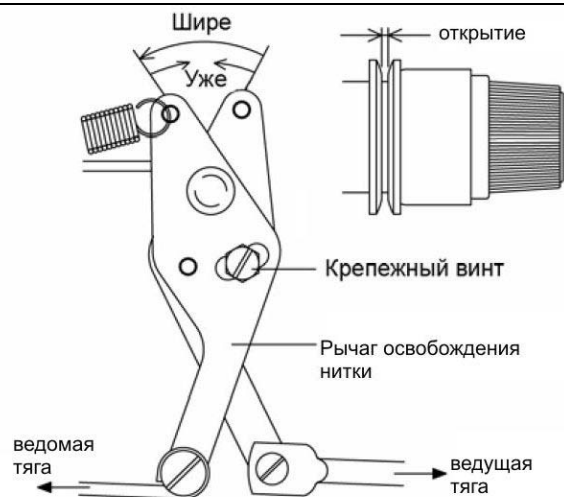

Рисунок 23 – Регулировка открытия тарелочек регулятора
*Регулировка открытия тарелочек регулятора* (рисунок 23). Ослабить крепежный винт рычага освобождения нитки. Выполнить обрезку ниток, чтобы открыть тарелочки. Отрегулировать открытие тарелочек 0,6..0,8 мм для средних материалов и 0,8..1 мм для тяжелых материалов. Если угол между рычагами больше, то открытие тарелочек больше и наоборот. Затянуть крепежный винт. Если открытие тарелочек отрегулировано неправильно, остаток нитки может быть слишком коротким и неравномерным.